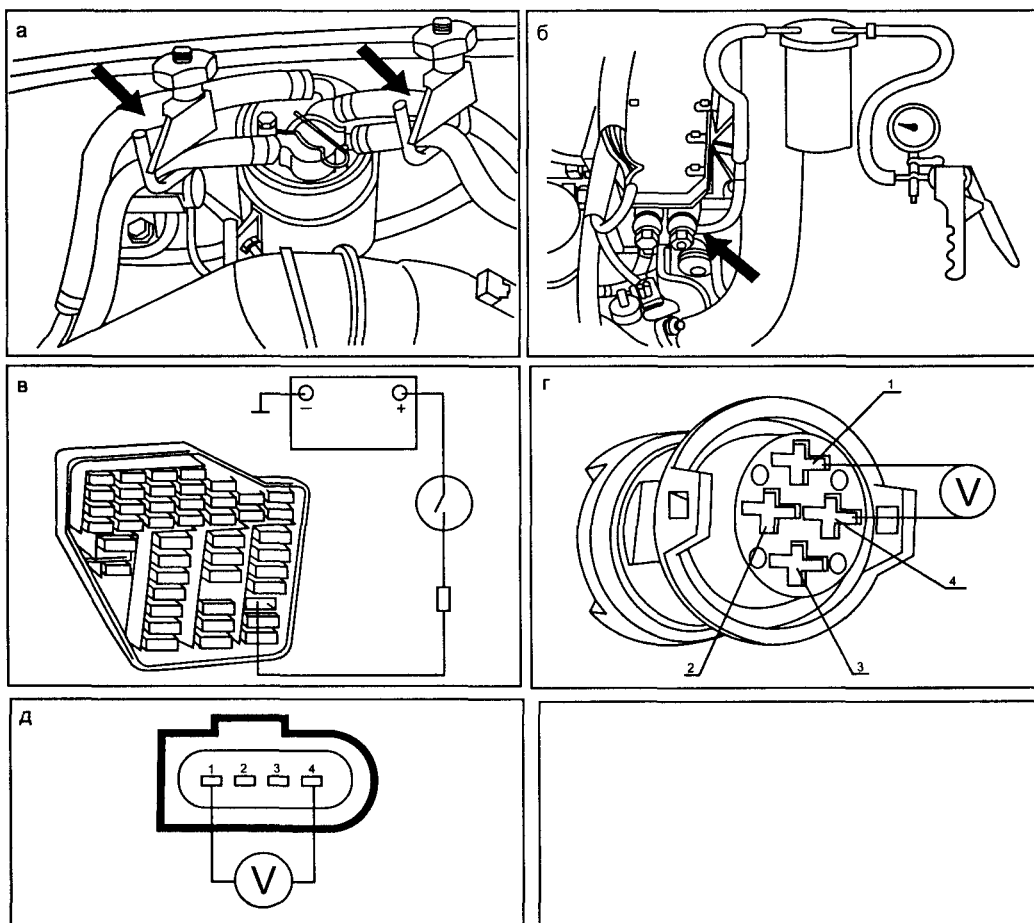

Рис. 1.4.9. Проверка компонентов топливной системы
- зажать оба топливопровода обратного слива топлива, приходящие на фильтр с обеих головок (см. рис. 1.4.9а);
- отсоединить топливопровод обратного слива топлива от ТНВД и подключить на его место ручной насос (см. рис. 1.4.9б);
- собрать диагностическую схему (см. рис. 1.4.9в, предохранитель F28 извлечен из колодки, питание подается на его шину) и проверить наличие напряжения +12 В на контактах 1—4 разъема насоса FTP (см. рис. 1.4.9г для кузова А4 и рис. 1.4.9д — для А6). Если питания нет, проверить соединения, а если есть — заменить насос FTP.